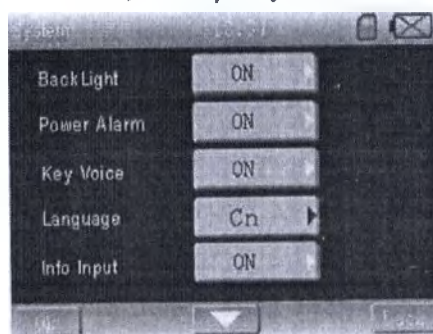
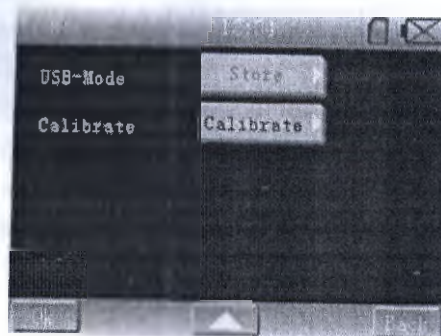

Рис. 13-3-1
Рис. 13-3-2
Интерфейс показан на рис. 13-3-1, рис. 13-3-2.
(1) Этот элемент отключен, когда USB не подключен, как показано на рис. 13-3-2.
(2) Этот элемент включен, когда подключен USB. Можно выбрать «Store» (хранилище) или «Sync» (синхронизация).